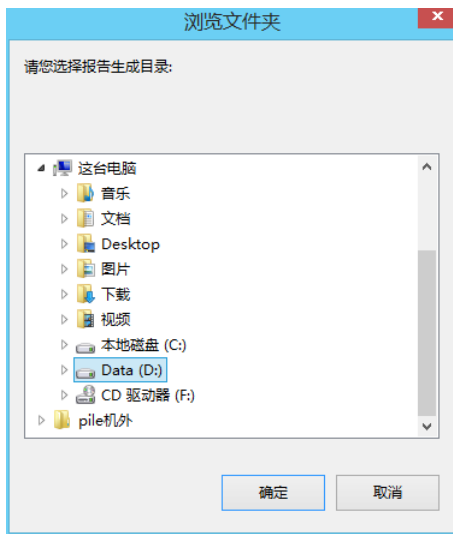

图 2.27 浏览文件夹对话框
- 2) 在**生成目录**下的编辑框中输入检测报告文件名（WORD 文档名）或点击其右边的**浏览**按钮，在弹出的“浏览文件夹”对话框（如图 2.27 所示）中选择报告文件保存的文件夹；报告文件名称缺省为第一个数据文件的名称，用户可以修改。